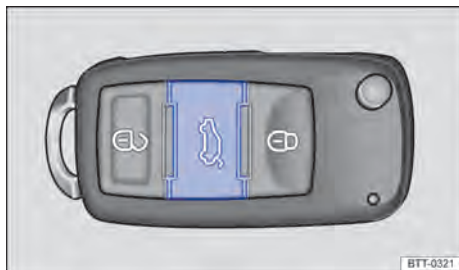

Fig. 30 Na chave do veículo: botão de destravamento da tampa traseira.
- Se caso o veículo encontrar-se travado, apertar o botão  na chave do veículo com comando remoto $\Rightarrow$ Fig. 30 (seta) por aproximadamente um segundo para destravar a tampa traseira.